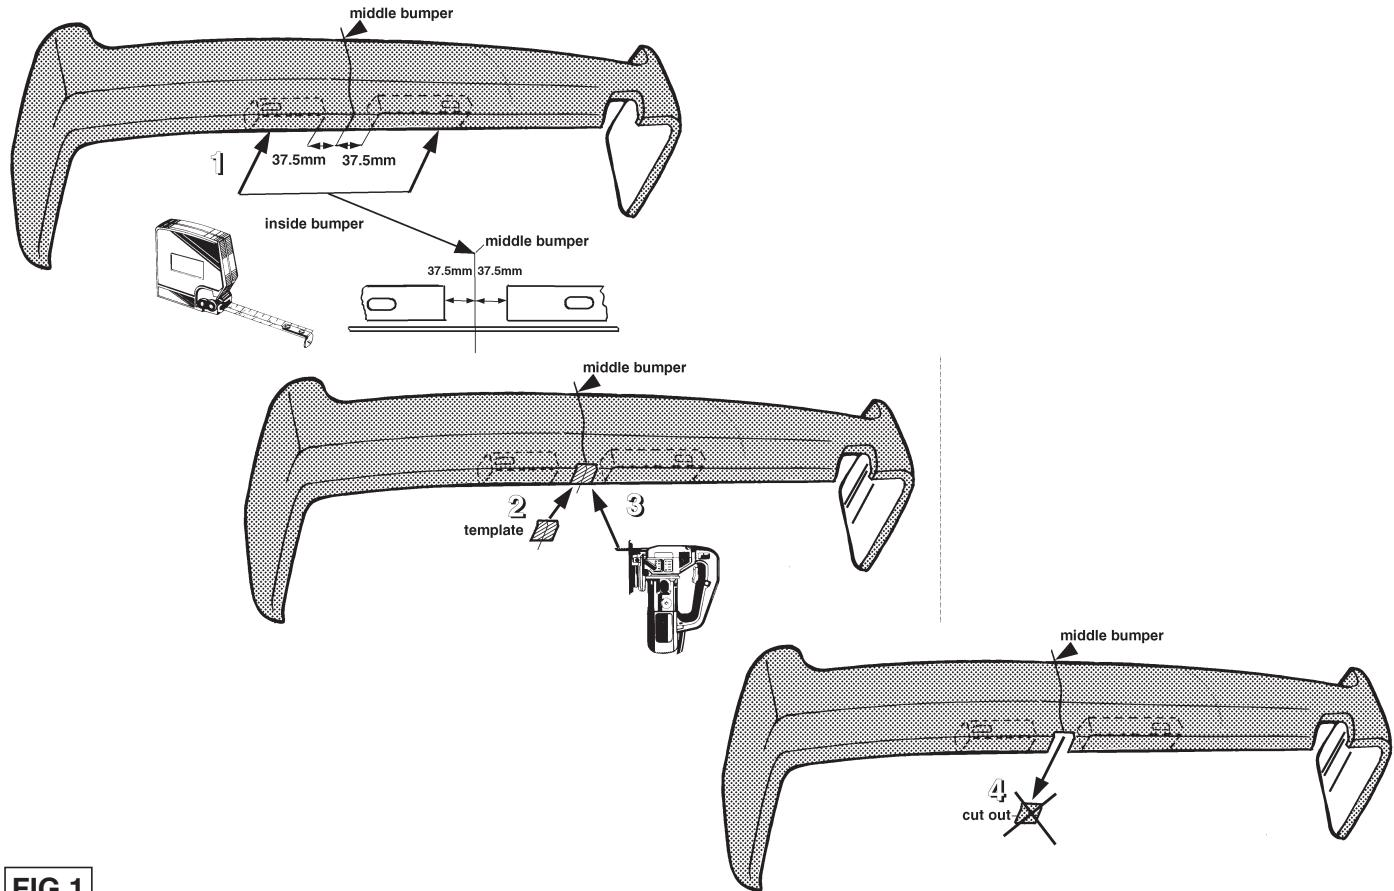
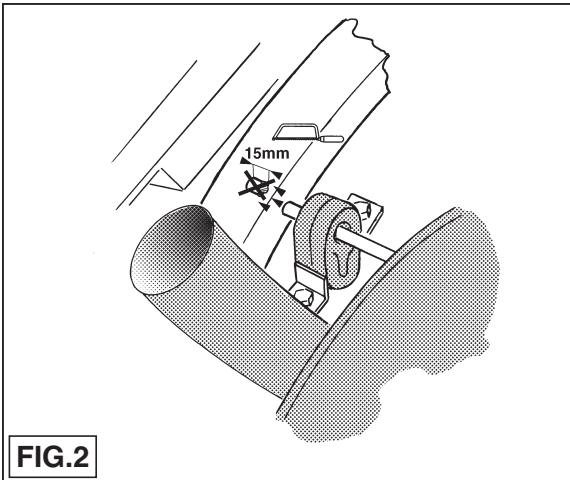

FIG.1
FIG.2
2. Positionner le modèle sur le pare-chocs conformément à la fig.1 et découper la partie indiquée. Découper 15mm du dernier support de la suspension d'échappement conformément à la fig.2.
2. Placera fasonmallen på stötfångaren enligt fig. 1 och såga ut den markerade delen. Såga av 15mm från avgasrörets bakersta upphängningsstödet. Se fig. 2.
2. Anbring skabelonen ifølge fig.1 på kofangeren og sav den afmærkede del af. Sav ifølge fig.2 15 mm af det yderste udstødningsophæng.
2. Colocar la plantilla sobre el parachoques de acuerdo con la fig. 1 y sellar la parte indicada. Serrar de acuerdo con la fig. 2, 15mm del último soporte de fijación del parachoques.